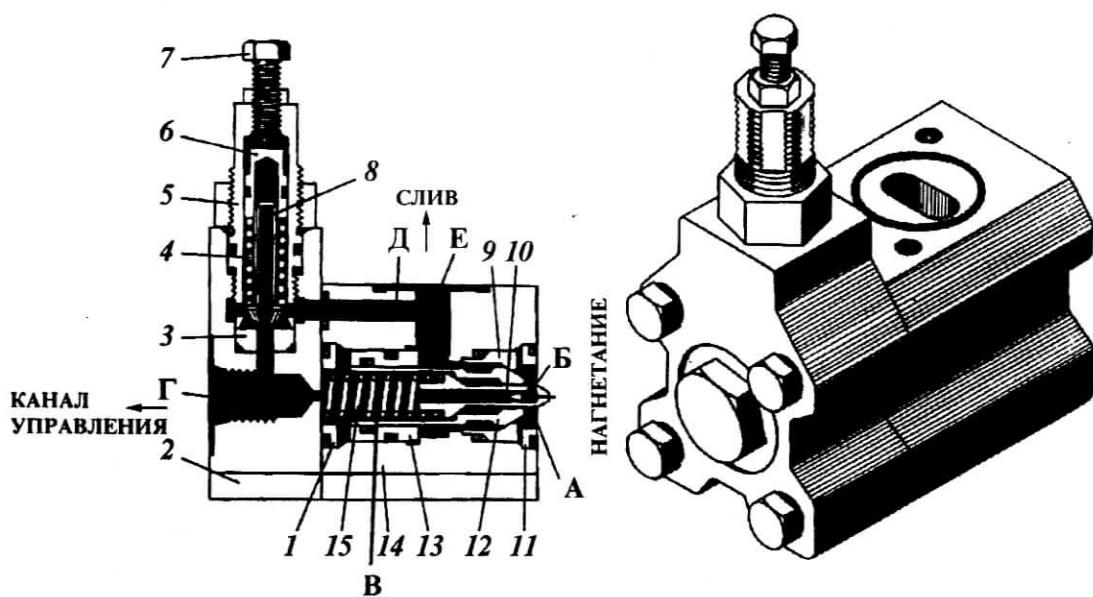

Рис.96 - Напорный гидроклапан КН50.12.5.
3.5.1.3 Напорный гидроклапан (рис.96) предназначен для ограничения давления в потоке рабочей жидкости и разгрузки гидросистемы в холостом режиме (непрерывного слива рабочей жидкости при минимальном давлении в гидросистеме).